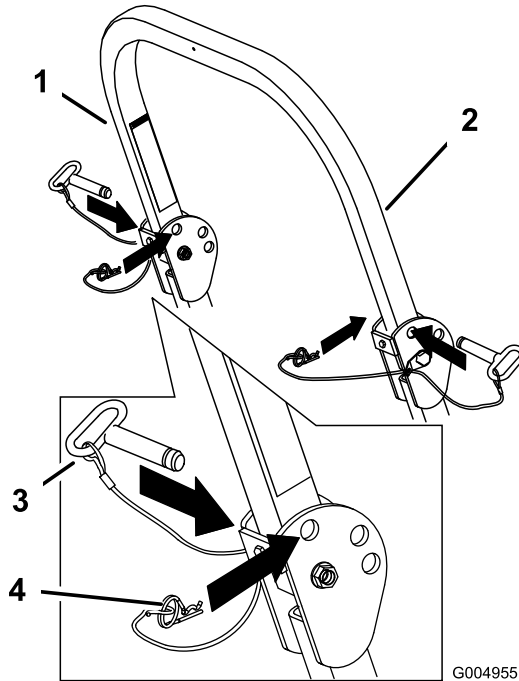

Bild 7
1. Entfernen Sie die Splints und die zwei Stifte (Bild 7).
3. Setzen Sie die zwei Stifte ein und befestigen Sie diese mit den zwei Splints (Bild 7).
4. Nehmen Sie zum Aufrichten des Überrollbügels die Splints ab und entfernen Sie die beiden Stifte (Bild 7).
5. Richten Sie den Überrollbügel ganz auf und setzen Sie die beiden Stifte ein. Befestigen Sie die Stifte mit den Splints (Bild 7).